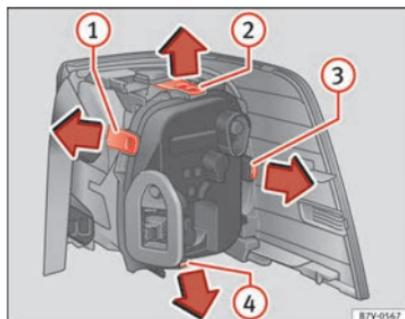

Abb. 215 Rückleuchte in der Karosserie: Lampenhalter ausbauen. ① bis ④ Verriegelungslaschen.
9. Zum Entriegeln des Lampenhalters Verriegelungslaschen \Rightarrow Abb. 215 ① bis ④ in Pfeilrichtung drücken.